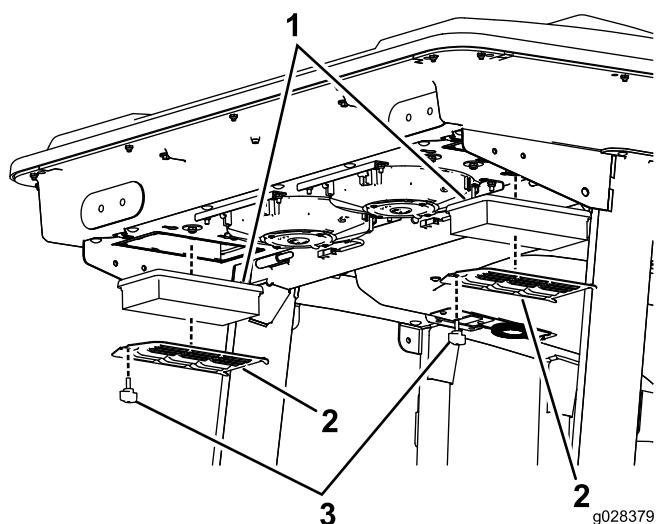
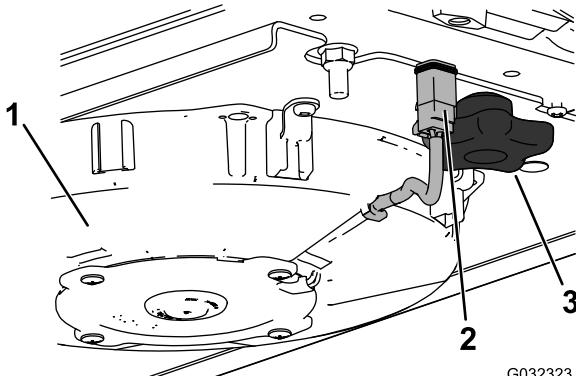

Рисунок 57
Рисунок 58
2. Отсоедините провод от каждого вентилятора (Рисунок 58).
3. Выверните две ручки и снимите вентилятор в сборе (Рисунок 58).
5. Снимите воздушные фильтры (см. Рисунок 57).
7. Установите воздушные фильтры, сетку и вентилятор в сборе (Рисунок 57, Рисунок 59 и Рисунок 58).
8. Подсоедините провод к каждому вентилятору (Рисунок 58).